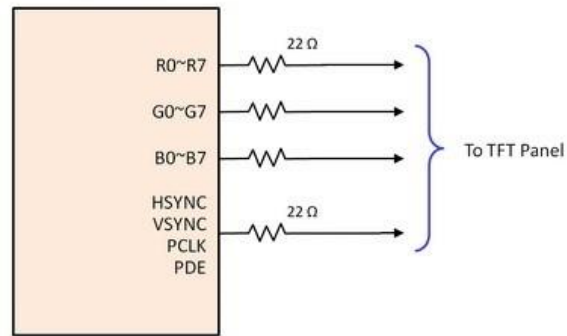

图 9：RGB 等信号输出加串接电阻
- PCLK、PDE、HSYNC、VHYNC 输出加串接电阻及接地电容 (如图 9)。